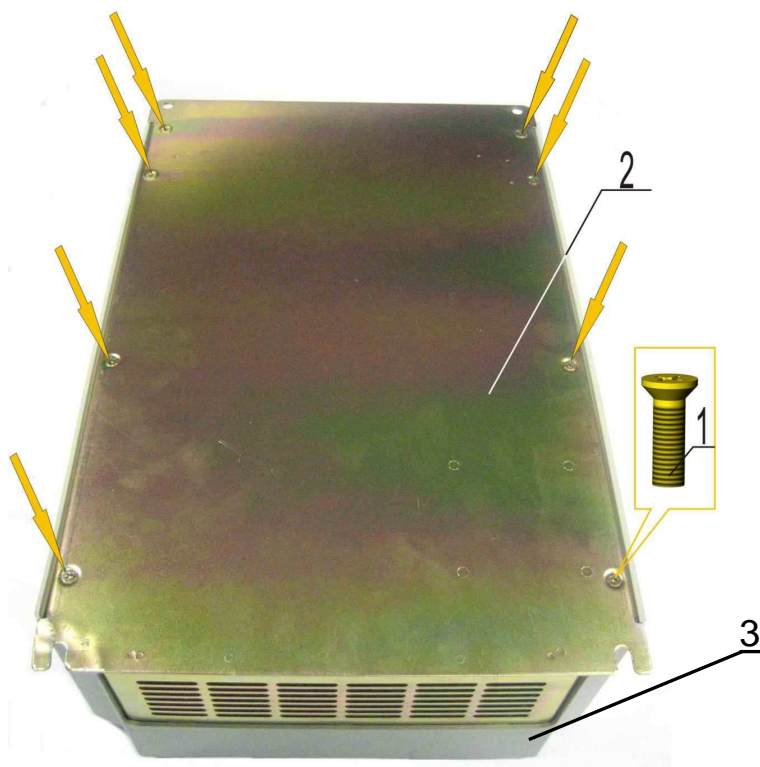

Рис. 7.6
7.4.2. Установить на нижнюю часть корпуса 3 основание 2 (рис. 7.6).
7.4.3. Вкрутить восемь винтов 1 в основание корпуса 2 (рис. 7.6).